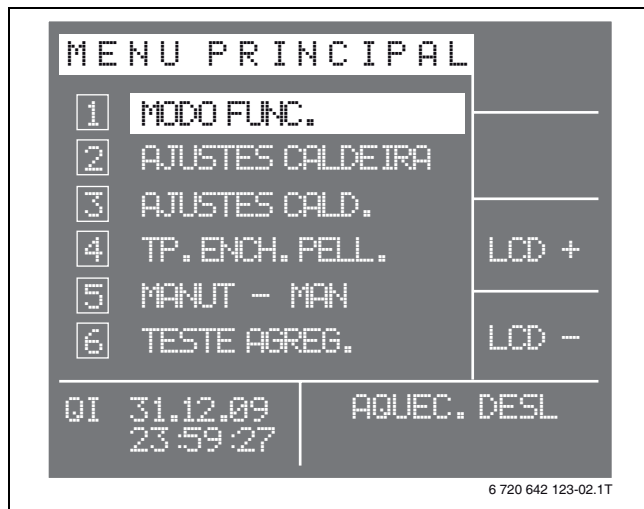

fig. 3 Menu principal - Página 1
- ▶ Premir a tecla F3 (**LCD +**) ou a tecla F4 (**LCD -**), para ajustar o contraste do visor (→ fig. 3).